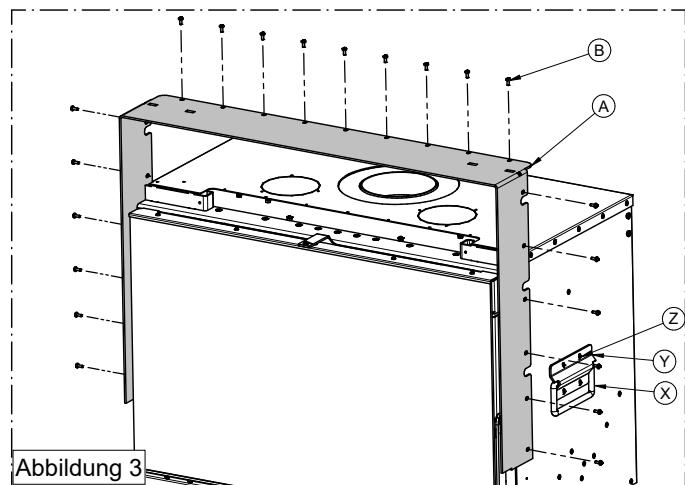

Abbildung 3
- 3) Den Bügel (E) mit den Schrauben (B) montieren und gewährleisten, dass der Abstand zwischen Bügelende und rückseitigem Einsatz in etwa 16 mm beträgt; siehe Abbildung 3.
- 3) Rahmen (A) durch Lösen der Schrauben (B) und Griffe (X) durch Lösen der Schrauben (Z) demontieren, siehe Abbildung 3